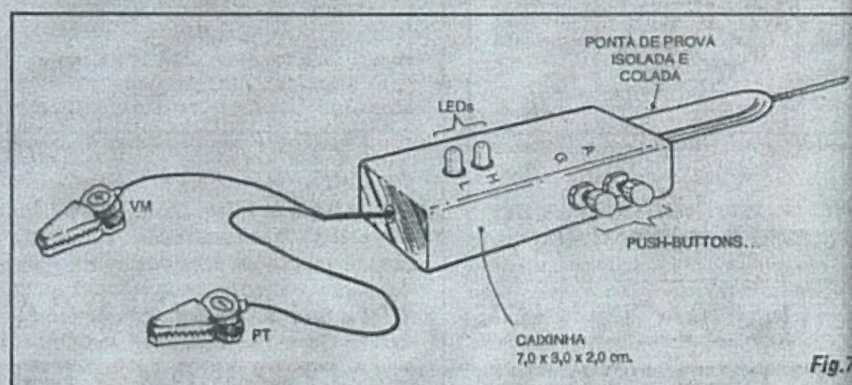

Fig. 7
- FIG. 7 - O ACABAMENTO SUGERIDO PARA O DITE... - Uma caixinha estreita e longa, proporcional às dimensões e formas da própria placa do Impresso, dará resultados ótimos, não só no "visual", como na ergonomia e manuseio prático do DITE, conforme sugere a figura... Convém manter os dois LEDs sobressaindo no painel superior do container (nas suas naturais posições relativas à placa...), colocando os dois *push-buttons* na região mais "avançada" da lateral direita (para os destros) ou esquerda (para os sinistros). A Ponta de Prova pode ser fixada com adesivo forte num furo centralmente posicionado na lateral estreita mais próxima aos *push-buttons*... Na extremidade oposta do container, faz-se também um furo centralizado, para passagem dos cabos de alimentação, que terminam nas garras "jacaré" polarizadas... Convém marcar os LEDs e interruptores de pressão, com letras ou códigos facilmente "entendíveis", dizendo sobre as suas funções ou significados... Por exemplo: nos *push-buttons*, as letras A e G indicam, claramente, as funções respectivas de Analisador e Gerador, enquanto que nos LEDs, as letras H e L significam High ("alto") e Low ("baixo")... Tudo assim claro e direto, facilita o uso e impede falsas interpretações ou erros nas aplicações...